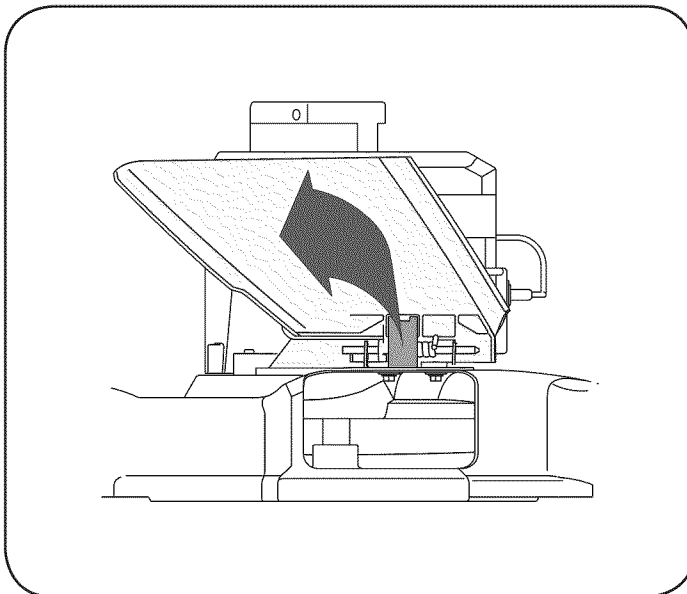

Figura 1
1. Empuje el deflector de canal hacia arriba hacia el motor. Mantenga el deflector en esta posición mientras quita la retención y la desecha. Vea la Figura 1.